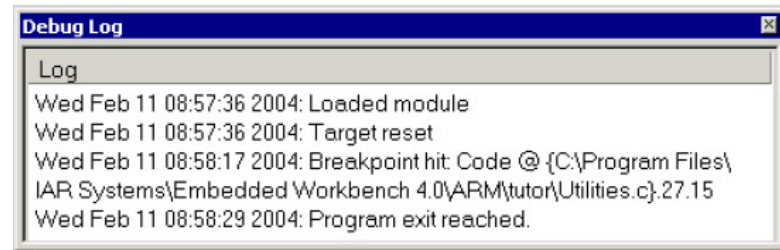

图 20. Debug Log 窗口
① 选择主菜单 **Debug > Go** 或工具条上的 **Go** 按钮。因为只有一个断点，所以程序一直执行到结束。同时在 **Debug Log** 窗口显示已经到达程序 **exit** 的消息，见图 20。